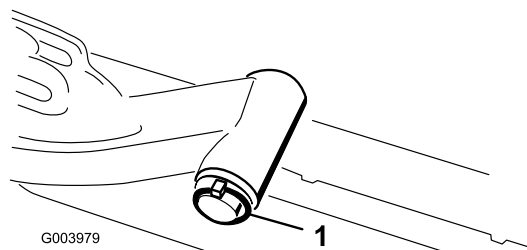

図 18
- A. 昇降アームのピボットシャフトを昇降アームに固定しているリンチピンとワッシャを外し、昇降アームからピボットシャフトを抜き出す 図 18。
- C. 昇降アームのシャフトを昇降アームに差し込み、ワッシャとリンチピンで固定する 図 18。